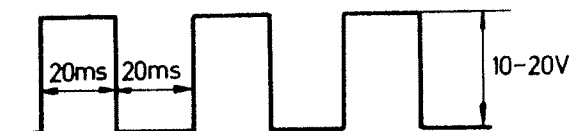

Bild 6.
4.5.2 Kontrollera taktsignalen enligt bild 6